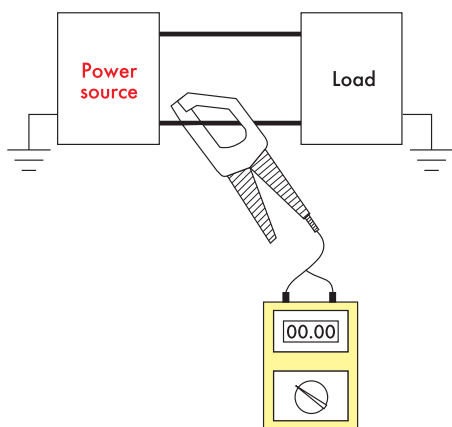

Рис. 8
**Измерение переменного тока (рис. 8): модель датчика тока: Y2N**
**Измерение постоянного тока (рис. 8): модель датчика тока PAC 21**